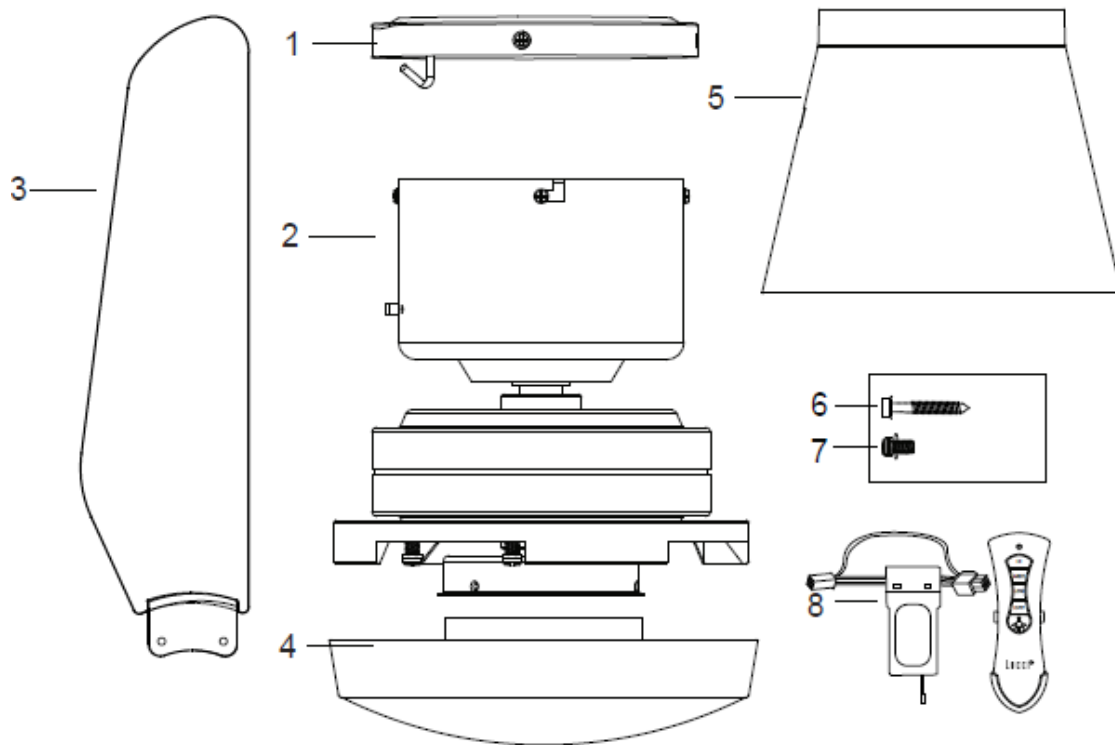

Fig. 1
- Esaminare tutte le parti, dovrete avere il seguente elenco e la Fig.1: